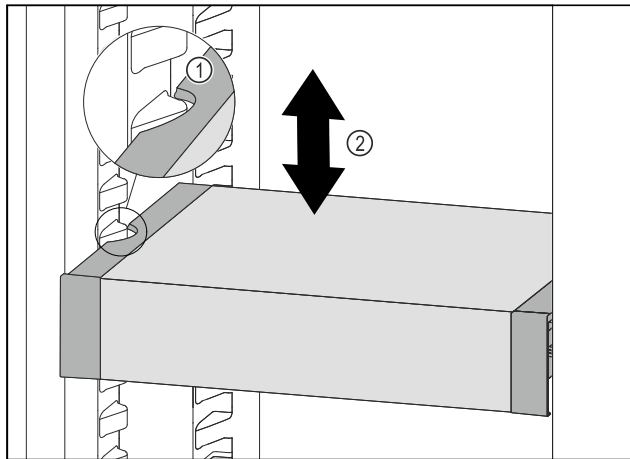

Fig. 91
- ▶ Тяните VarioSafe вперед, пока боковые выемки VarioSafe не окажутся на высоте выступа резервуара в холодильном отделении. *Fig. 91 (1)*
- ▶ Двигайте VarioSafe в холодильном отделении вверх или вниз, пока не будет достигнута требуемая высота. *Fig. 91 (2)*